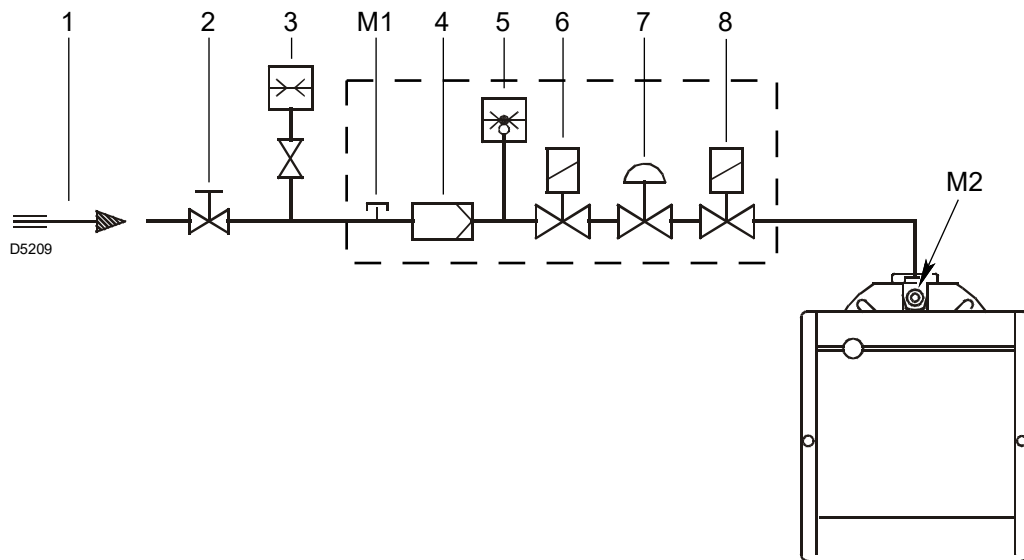

Abb. 16
Zeichenerklärung (Abb. 16)
Gasdruck, gemessen am Anschluss M2)(Abb. 16) unter folgenden Bedingungen:
- vom Gasdruck am Anschluss M2)(Abb. 16) den Druck in der Brennkammer abziehen.
Gasdruck am Anschluss M2)(Abb. 16 ) = 10 mbar
Um stattdessen den am Anschluss M2) (Abb. 16) notwendigen Gasdruck zu ermitteln, nachdem die höchste Modulationsleistung festgelegt wurde, bei der der Brenner arbeiten soll:
- Rechts, in Spalte 1, den Druck am Anschluss M2) (Abb. 16) ablesen.